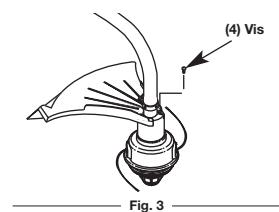

Fig. 3
- Posez les vis à l'aide d'un tournevis à empreinte cruciforme (Fig. 3).